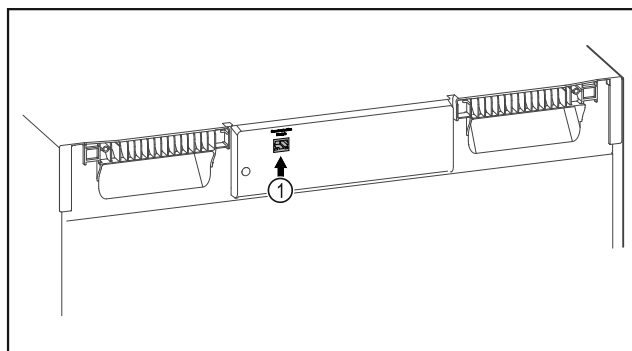

Fig. 85
- ❑ Le SmartModule Fig. 85 (1) est en place.